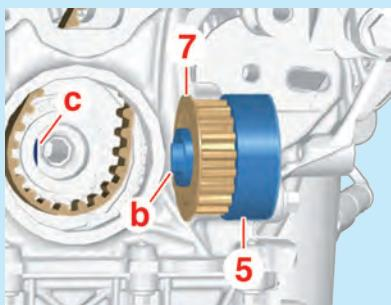

Fig.6
- le pignon de la pompe à huile (11) sur le vilebrequin avec la chaîne (13),
- la pompe à huile (12).
- Reposer le pignon de vilebrequin (7) sur la bride (5) (Fig.6).